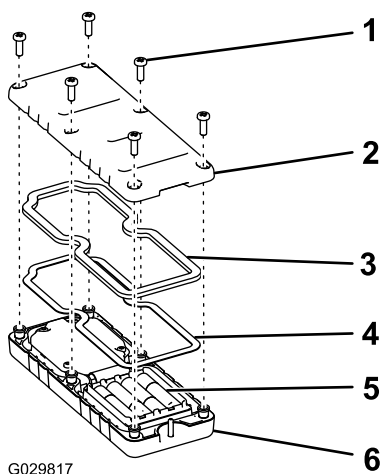

Figure 31
1. Retirez les 6 vis au dos de la télécommande et déposez le couvercle (Figure 31).
- Remettez le couvercle en place et fixez-le avec les 6 vis retirées précédemment (Figure 31) serrées à un couple de 1,5 à 1,7 N m.